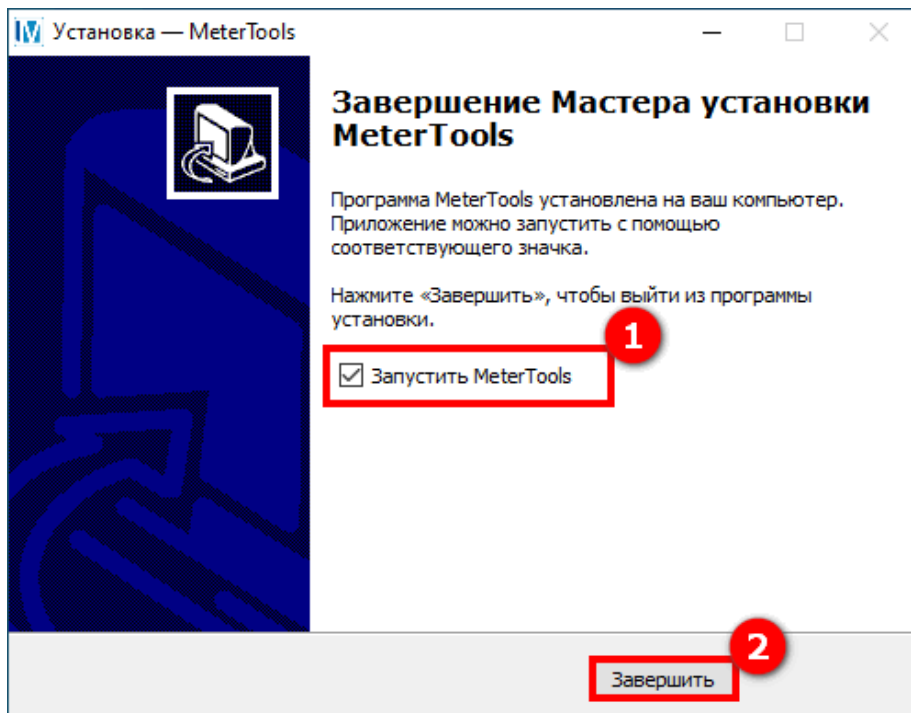

Рисунок 8 Окно установки MeterTools
По завершению установки нажимаем кнопку **Завершить** (2) (см. рисунок 8). **MeterTools** можно запустить, поставив соответствующую отметку (1).